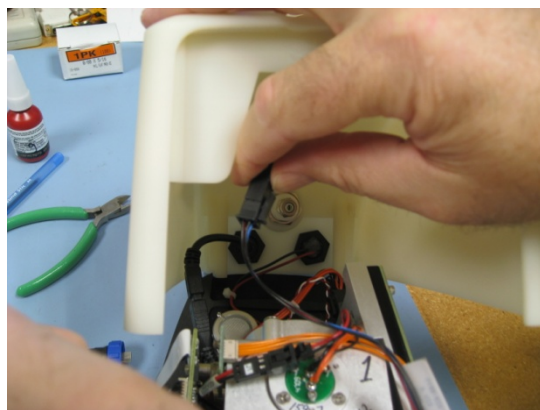

图 19. 分离电源线束
- 3 将电源线束与仪器分离。电源线束可通过其 4 针连接器以及蓝线、黑线和红线辨认（参见图 19）。